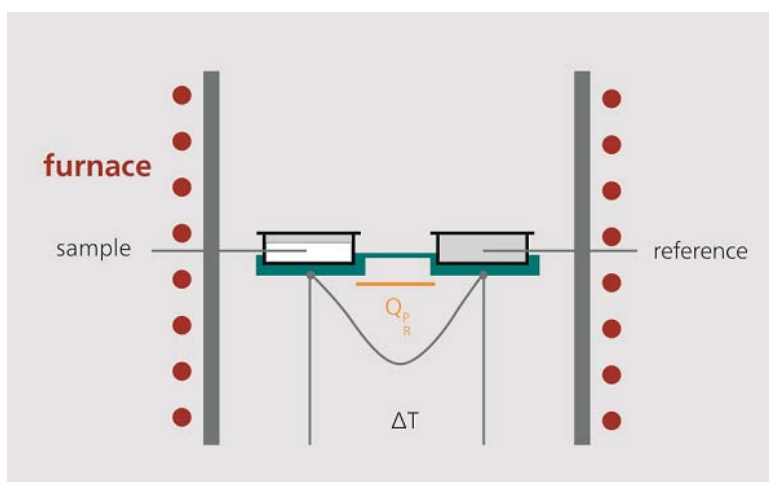

Figure 1 : Schéma d'une tête de mesure d'une DSC à flux de chaleur
**Principe :** Un creuset fermé ou non selon les cas, contient l'échantillon à étudier. Un second creuset sert de référence, celui-ci est généralement vide mais il peut contenir un corps de référence inerte thermiquement dans le domaine de température étudié. Ces creusets sont posés sur des thermocouples et constitue la partie essentielle de l'appareillage, la tête de mesure, qui est entourée d'une enceinte (figure 1) dans laquelle la température, la plus homogène possible, peut varier de façon programmée (constante, croissante, décroissante voire même en cyclage). Les thermocouples permettent d'enregistrer les températures de l'échantillon et de la référence (ou leur différence) en fonction du temps ou de la température du four. L'ensemble du montage doit être parfaitement symétrique pour que l'échantillon et la référence reçoivent la même quantité d'énergie thermique.